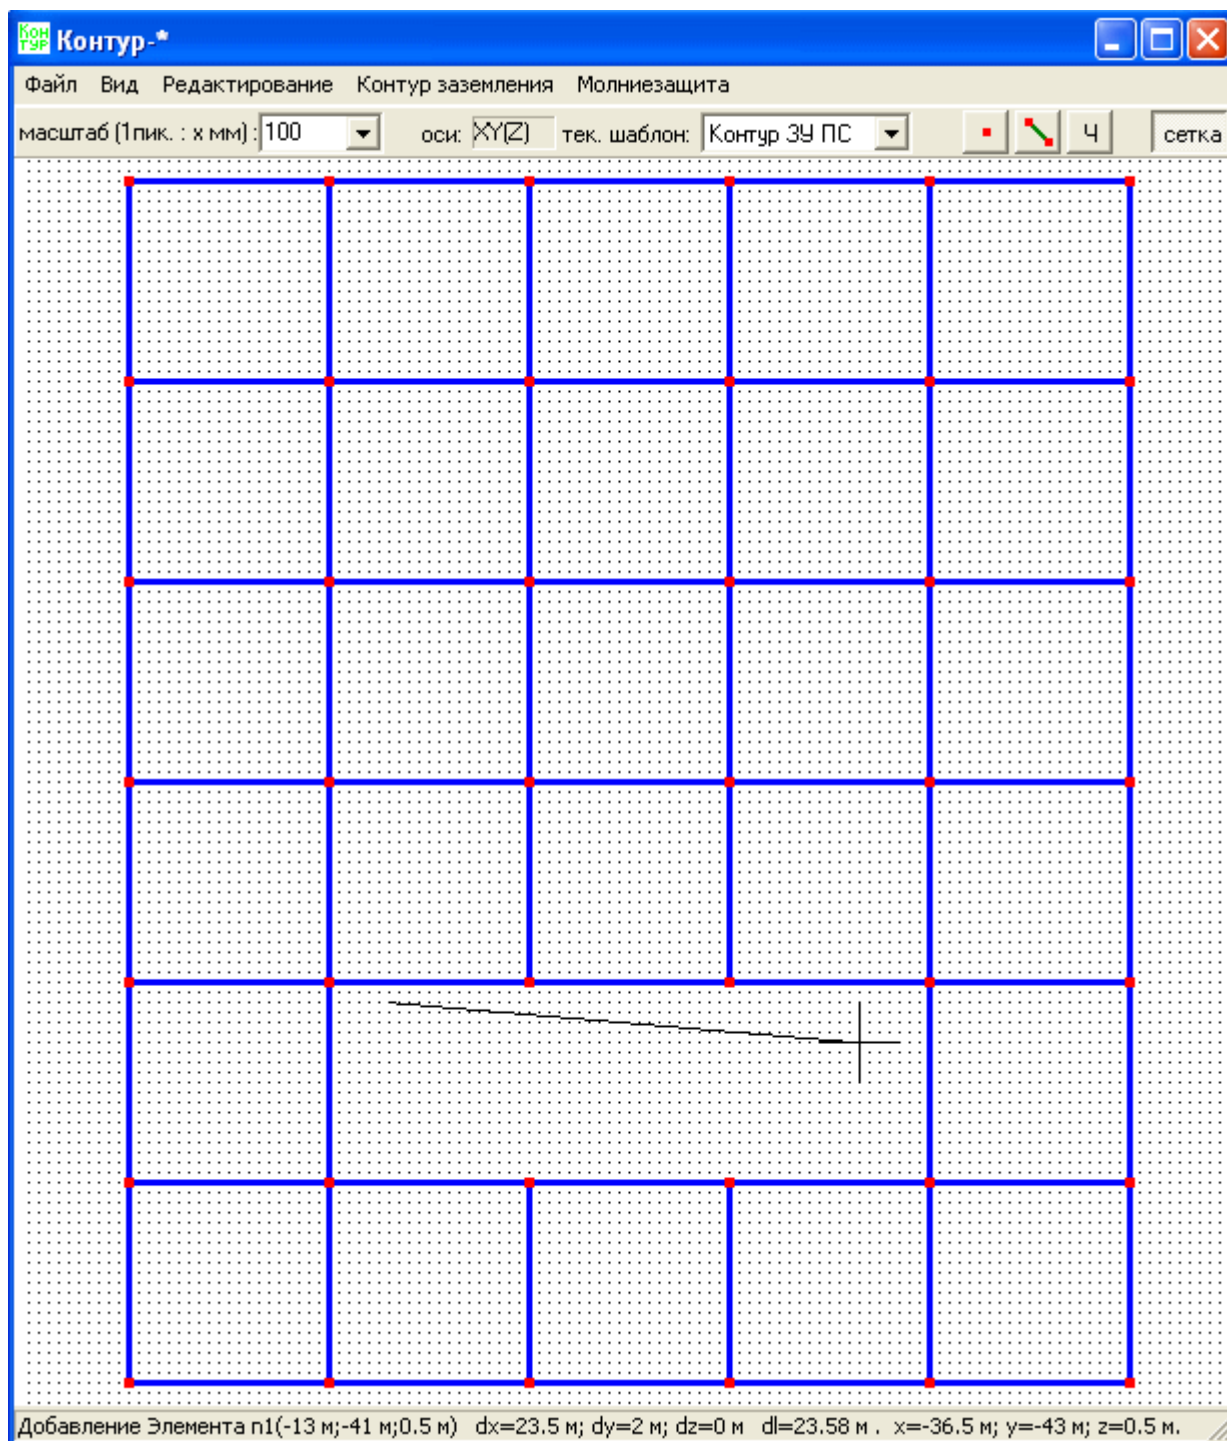

Рис. 3-35. Создание периметрального контура здания ОПУ.
6. Дорисовываем периметральный контур заземления здания ОПУ, который должен располагаться на расстоянии 0.5 м от стен здания. Таким образом, размер периметрального контура составляет 8x24 м. На панели инструментов в окне «Текущий шаблон» выбираем «Контур ЗУ ПС», включаем режим рисования линии выбором соответствующей пиктограммы на панели инструментов или нажатием клавиши «E» (в латинской раскладке). Нажатием левой кнопки «мыши» устанавливаем начальную точку нашей линии на расстоянии 3 м от ближайшего вертикального заземлителя (расстояния можно отсчитывать по узлам координатной сетки) и на расстоянии 1 м от ближайшего горизонтального заземлителя (см. Рис. 3-35). Проводим горизонтальную линию длиной 24 м (длину можно контролировать по значению параметра «dl» в строке состояния). Повторным нажатием левой кнопки «мыши» устанавливаем конечную точку линии. Для отмены неверного